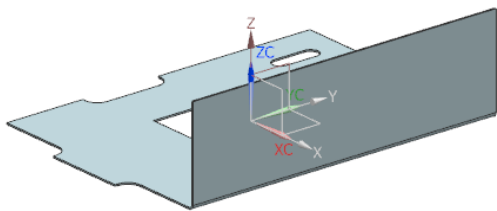

图 5-38 创建弯边特征
(4) 在“弯边”对话框中，单击  按钮，创建弯边特征，如图 5-38 所示。